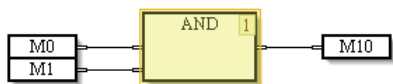

图 12-13 选取对象
(1) 鼠标点选逻辑闸，使之成为被选取的状态。如图 12-13。